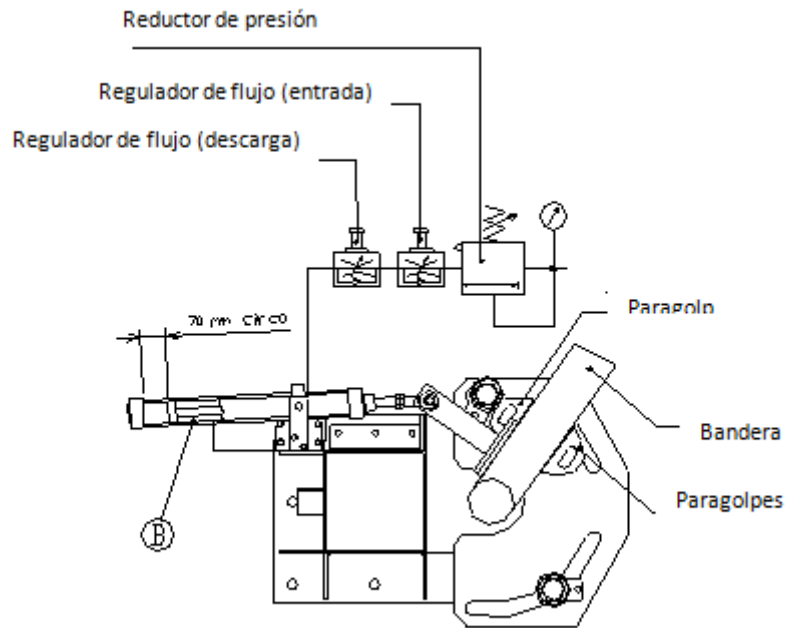

Figura. 4
- Apretar los pernos del cilindro. Intentar mover manualmente la bandera, y posicionarla contra los amortiguadores colocados al otro lado del eje (figura. 4), asegurando igualmente 40 mm de carrera.